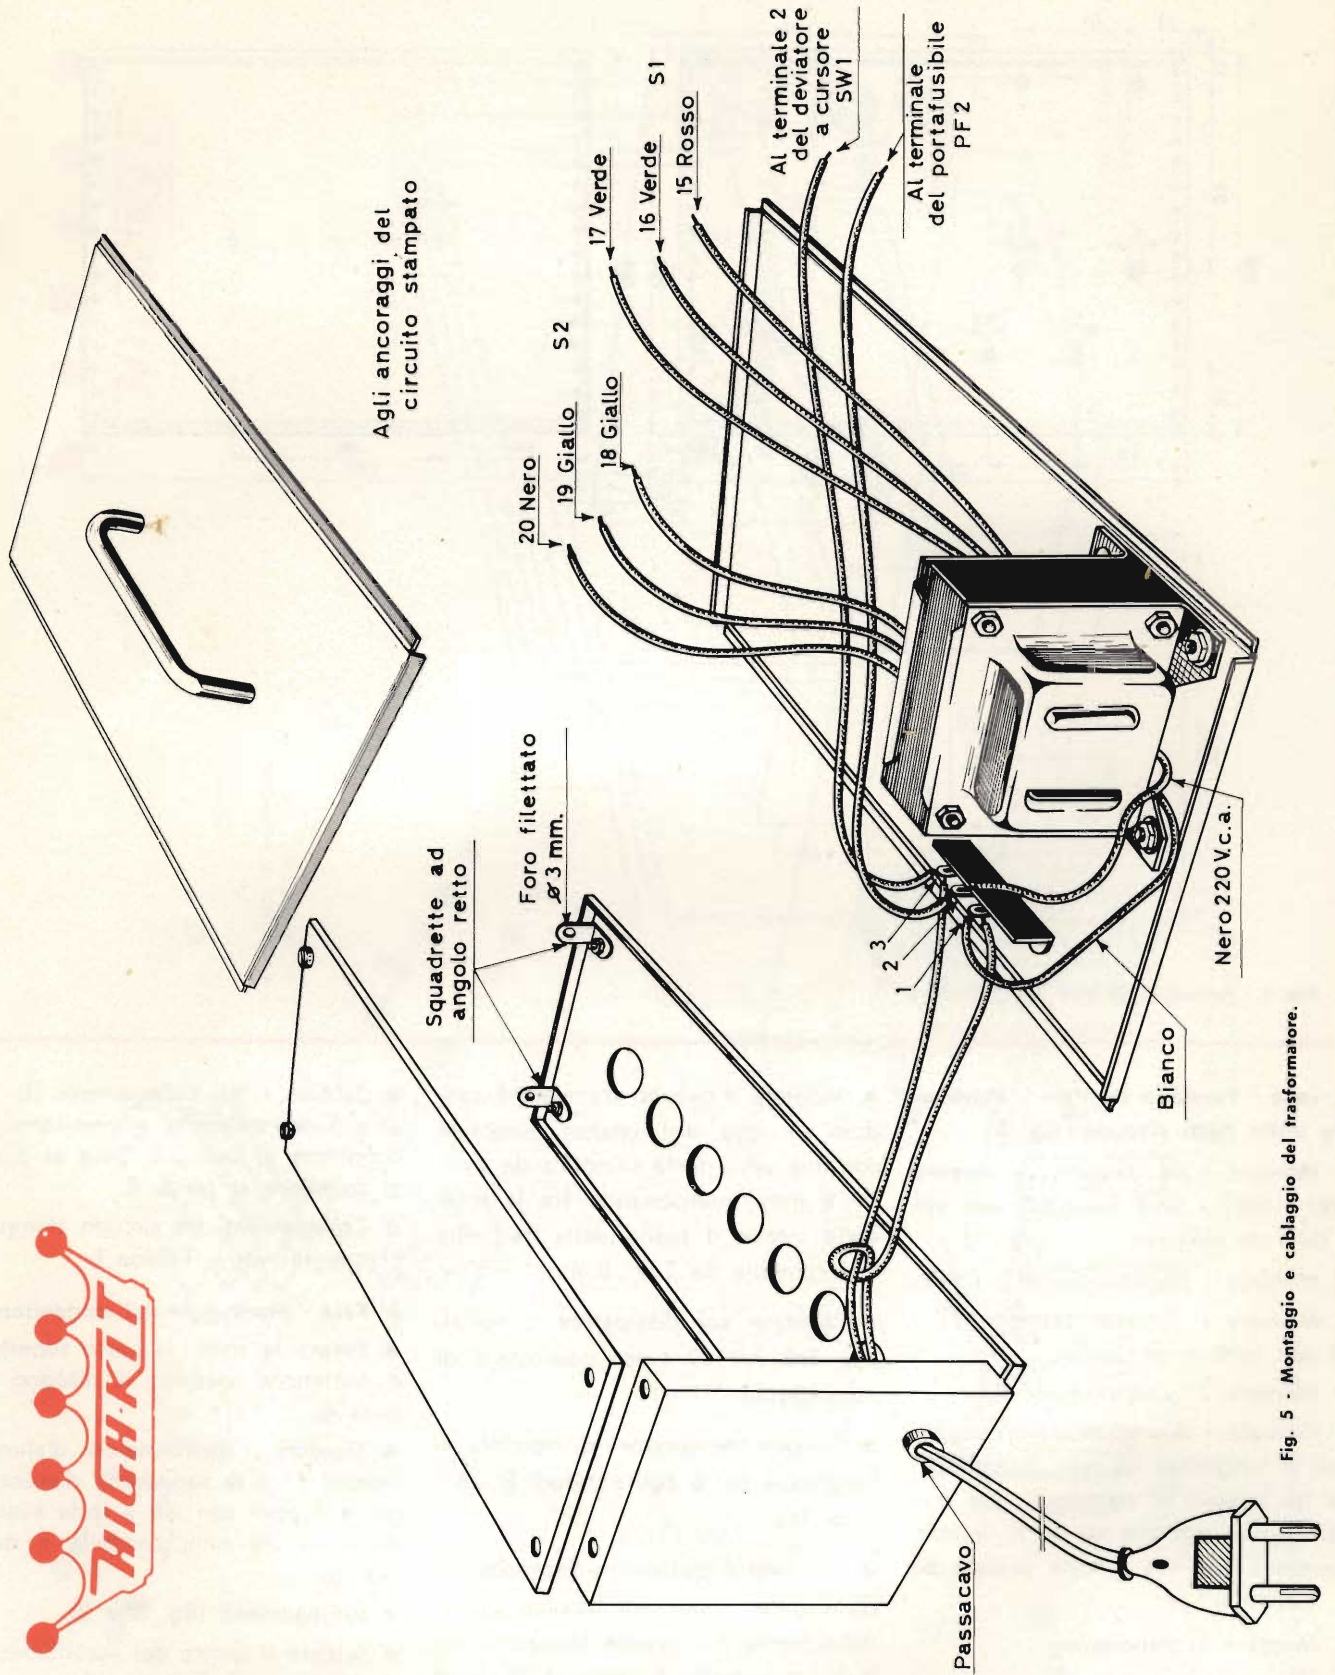

Fig. 5 - Montaggio e cablaggio del trasformatore.
- Montare il trasformatore d'alimentazione T1 e la squadretta d'ancoraggio a 3 posti con viti a testa svasata da 3 × 10 mm, rondelle e dado (fig. 5).
- Collegamenti (fig. 5 e 3).